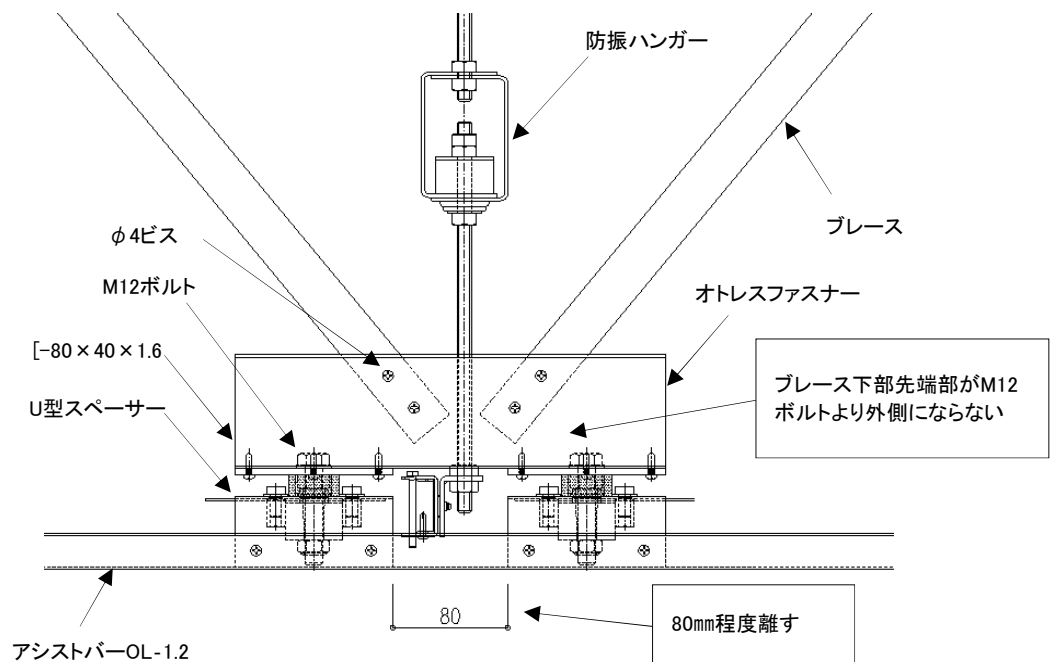

図 2-24 オトレスファスナーの取付方法 (野縁方向)
- ③ ブレース下部をオトレスファスナー [-80×40×1.6部分]に当て、φ4mmビスにて片側に2ヶ所、両側4ヶ所止めつける。その際、ブレース取付け位置は、つりボルト寄りとし下部先端部がt=4.5mmプレートより30mm以上離れず、M12ボルトより外側にならない様に止めつける。(図2-24参照)